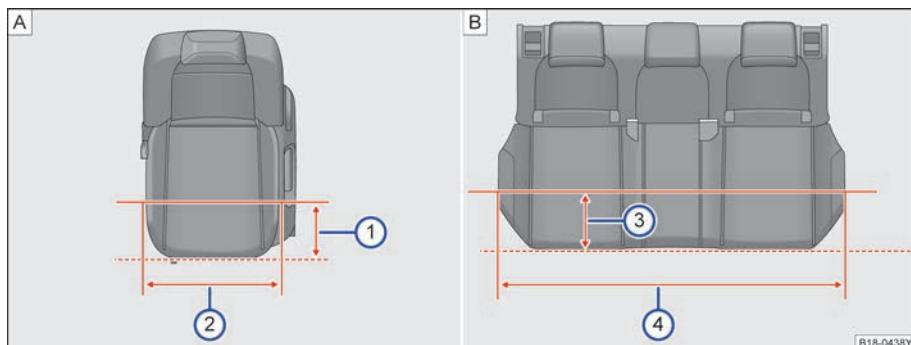

图 64 座椅座宽
如图⇒图 64A 在距离前排座椅边缘 200mm 时⇒图 64②，前排座椅座垫宽度 为 488mm⇒图 64①。
如图⇒图 64B 在距离后排座椅边缘 200mm 时⇒图 64③，后排座椅座垫宽度 为 1271mm⇒图 64④。